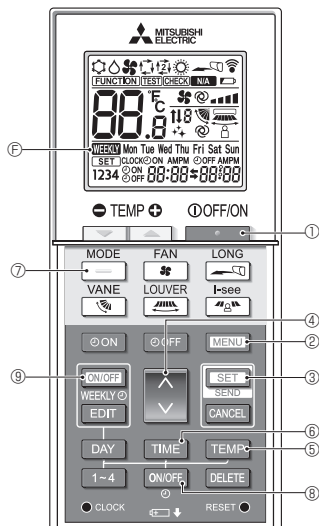

Fig. 3-1
1. Нажмите кнопку ①, чтобы остановить работу кондиционера воздуха.
- Если недельный таймер активирован, нажмите кнопку ⑨ для отключения таймера. (⑤ исчезнет.)
2. Нажмите кнопку ②.
- Отобразится экран настройки Function (Настройка функций) и будет мигать числовое значение функции А. (Fig. 3-1)
- Нажмите кнопку ④, чтобы изменить числовое значение функции.
3. Убедитесь, что отображается числовое значение функции "1", затем нажмите кнопку ③.
- Номер функции А начнет мигать. (Fig. 3-1)